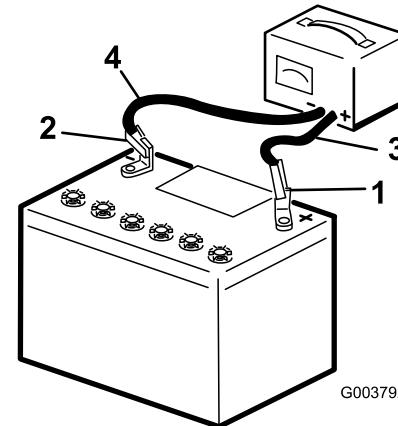

Figura 60
- 4. Conecte el cable negativo del cargador de la batería al borne negativo (Figura 60).
- 6. Cuando la batería esté completamente cargada, desconecte el cargador de la fuente de electricidad, luego desconecte los cables del cargador de los bornes de la batería (Figura 60).
3. Conecte el cable positivo del cargador de la batería al borne positivo (Figura 60).